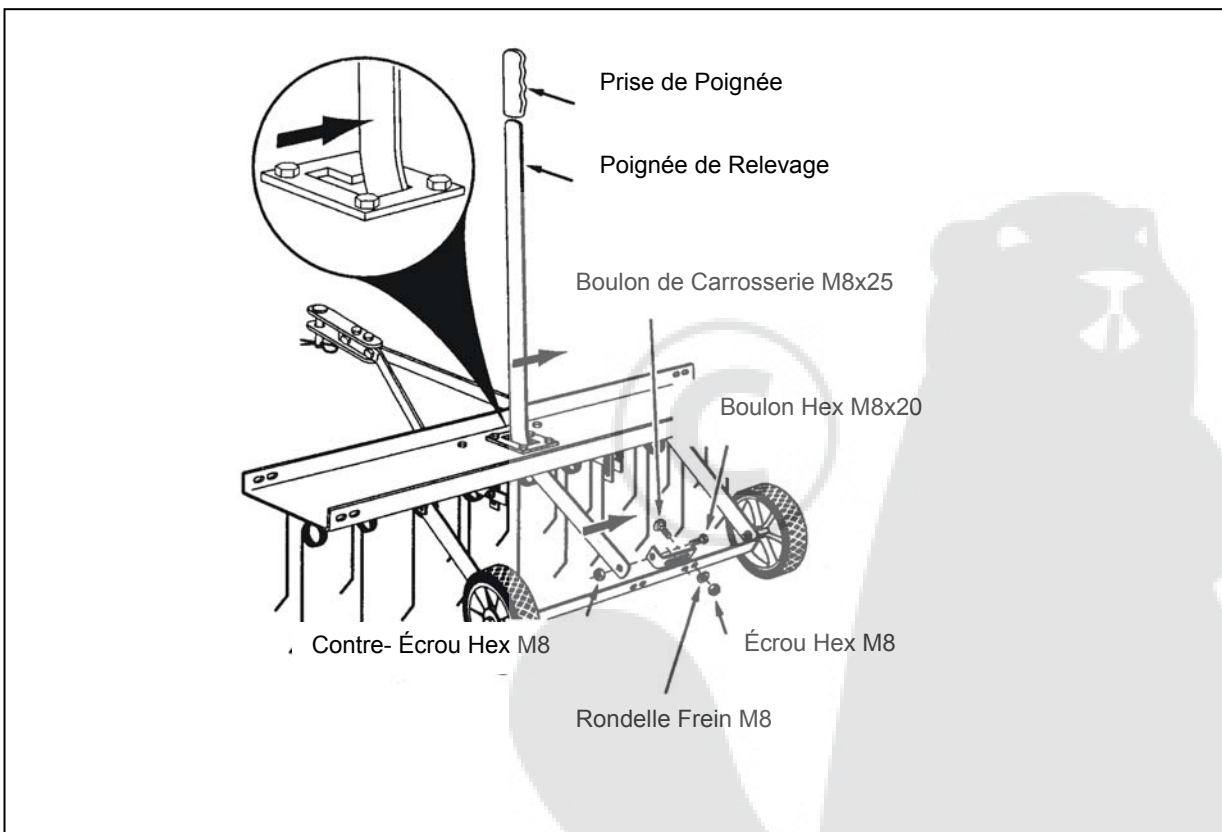

Figure 9
Ne serrez pas encore. Voir Figure 9
17. Positionnez le support à bras de fixation d'attelage de façon qu'il y ait une tension sur le côté de la poignée de relevage lorsqu'elle est verrouillée en position levée. Serrez les écrous. Voir Figure 9.